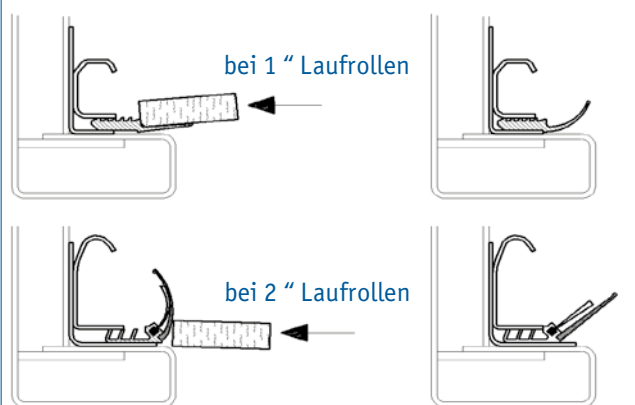

Abb. 4.2
- Pressen Sie die Dichtung ein, indem Sie ein Holzstück auf die dafür vorgesehene Stelle der Dichtung setzen und diese mit einem Hammer auf der ganzen Länge fest in Ihren Sitz schlagen (Abb. 4.2).